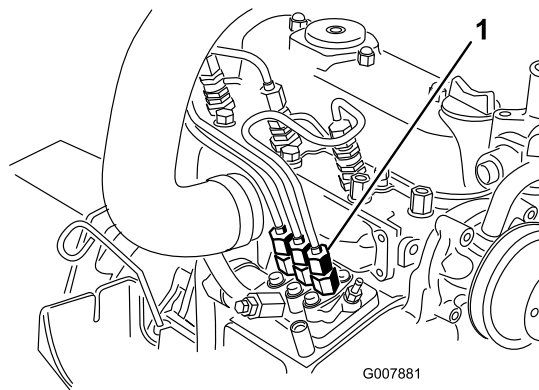

Figura 46
1. Coloque um tapete por baixo da tubagem que sai da bomba de injeção para o bico injector n.º 1 conforme ilustrado em Figura 46.